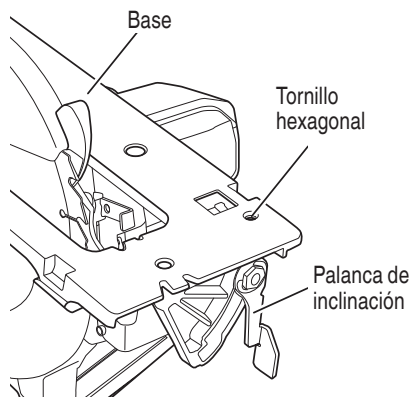

Fig. 24
3. Ajuste de bisel en 90° (0°) (Fig. 24)